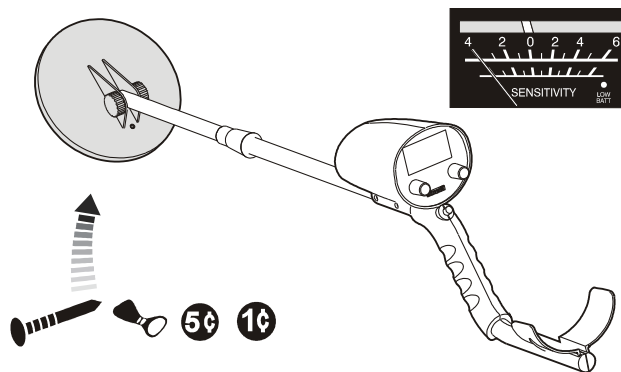

Figura 14
- Permita que outras amostras de metais se aproximem da bobina de busca para que o ponteiro do medidor se desvie para a esquerda e o som fique mais baixo. (Figura 14)